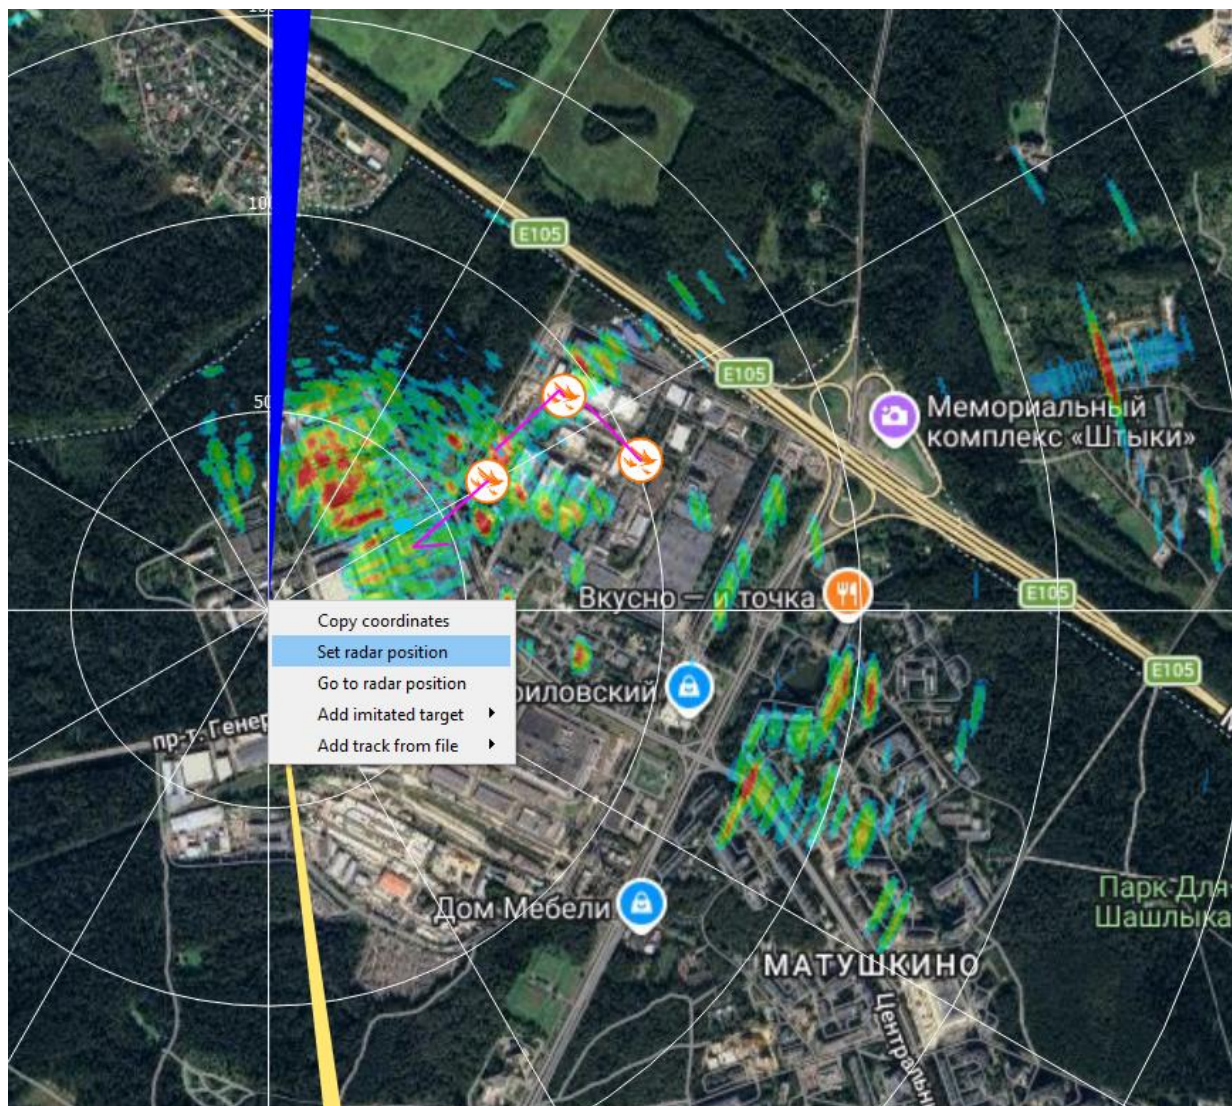

Рисунок 15 — Установка РЛС на карте через контекстное меню
2.3.2.4.1 Установка РЛС выполняется в окне карты через контекстное меню, пункт *Set radar position* (рисунок 15). Через то же меню, пункт *Go to radar position*, отображение информации в окне карты может быть возвращено к точке стояния РЛС.